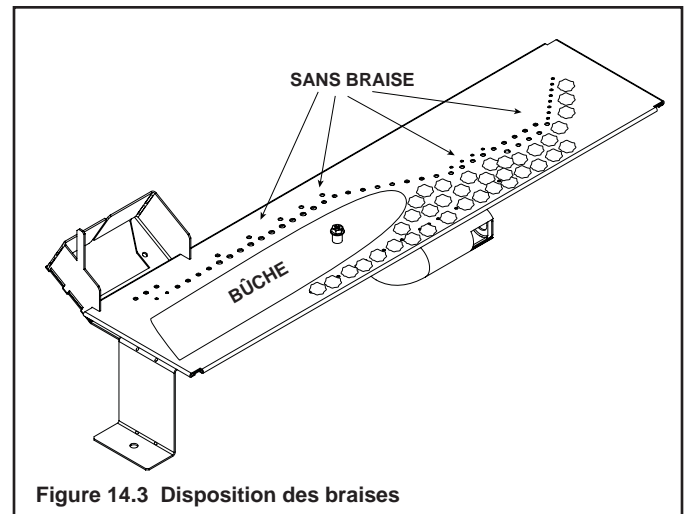

Figure 14.3 Disposition des braises
- Placer des morceaux de braises Glowing Embers® de la taille d'une pièce de dix sous près des orifices, mais pas sur ou entre les orifices (voir la Figure 14.3). Bien s'assurer que les orifices ne sont pas recouverts. Le non-respect de ces règles peut causer des problèmes d'allumage et d'accumulation de suie.